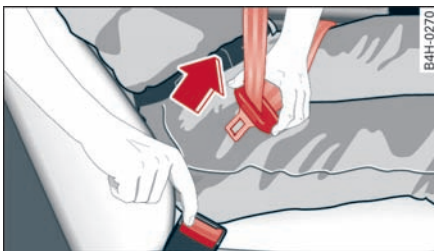

图 199 将锁舌从安全带锁扣中松开
- ▶ 用手指按下安全带锁上的红色按钮 ⇨ 图 199。锁舌在弹簧力作用下弹出。